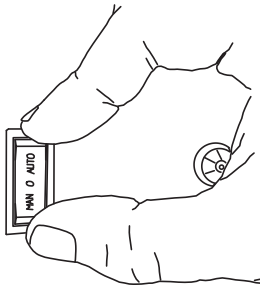

Figura 35 - Instale el interruptor oscilante
19. Presione el interruptor oscilante en el panel de control (consulte la Figura 35).